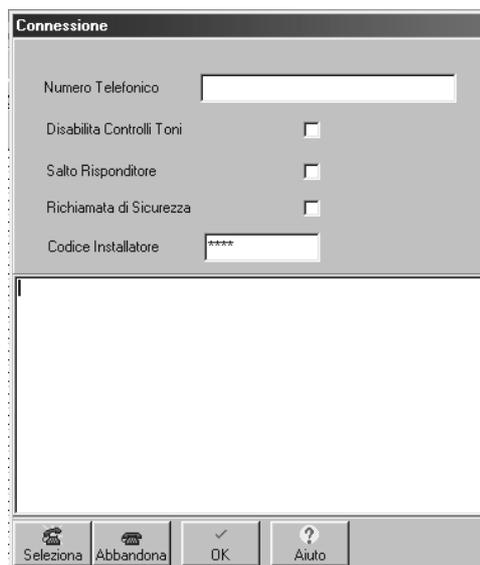

Figura 54 Finestra per la connessione via telefono alla Centrale
Nel menù a tendina “Programmazione” oltre alle voci “**Carica**” ed “**Invia**” si trova la voce “**Upgrade Firmware**”. Nel caso di nuova revisione Firmware della centrale, verrà messo a disposizione un file di estensione .hex che potrà essere avviato dopo aver premuto il tasto “**Start**” (vedi figura 54).
3. Selezionare **Connessione** nel menu **Modem**: sarà aperta la finestra **Connessione** (Figura 54).